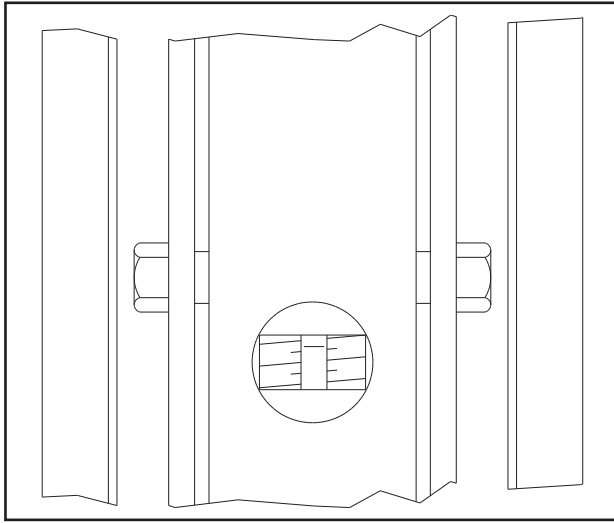

Fig.55 - Abb.55
- portare i carrelli ad una altezza tale che le chiocciolate si trovino in corrispondenza dei fori ricavati sui carter (Fig.55).
- raise carriages to same level as holes on side guards (Fig.55).
- Placer les chariots à hauteur telle que les écrous se trouvent en regard des trous de visite pratiqués dans les carter de vis (fig.55).
- Die Schlitten bewegen, so daß die Schnecke in Anschluß mit den auf dem Schutzgehäuse Rohren sind (Abb. 55).